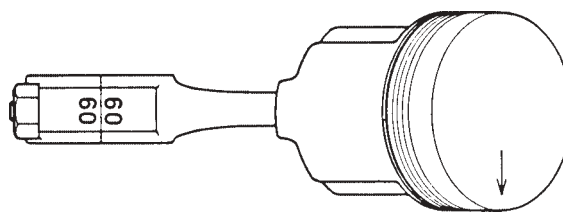

Fig. 53 Chiffre de repérage sur la bielle et le chapeau de palier
3. S'assurer que le repère sur le haut du piston ou dans le piston ainsi que sur la bielle coïncident à la figure 53.
Remarque : Les chapeaux de palier doivent être montés pour que les chiffres de repérage/repères de couleur sur la bielle et sur le chapeau de palier coïncident (figure 53).